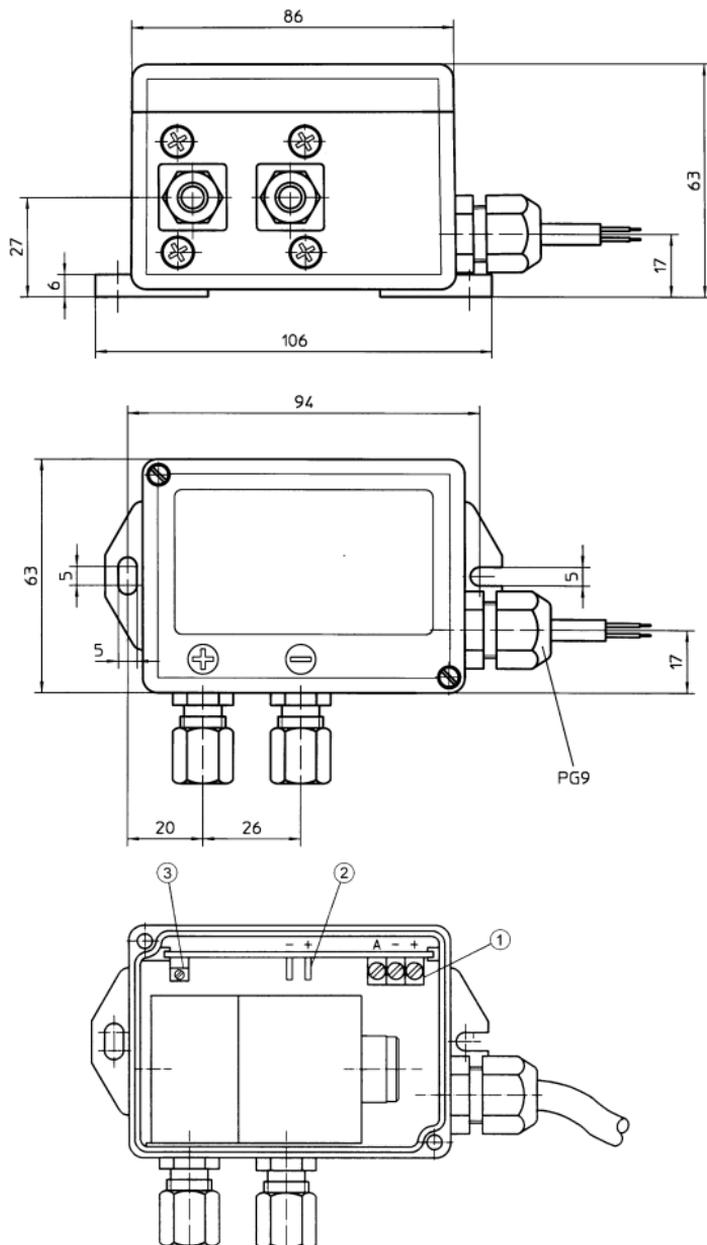

Fig. 4 DDG
4.1.4 Capteur de pression différentielle (DDG) (Fig. 4/5)
Bornes au DDG (fig. 4, pos. 1)	Fil n°
- Mesure de la tension aux broches (fig. 4, pos. 2),
- Régler la tension à l'aide du potentiomètre (fig. 4, pos. 3) sur 0 V.